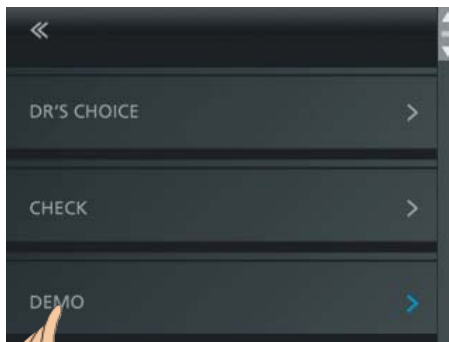

Fig. 36 Escolha da função DEMO
- Entre no menu "Ajustes" e escolha a função DEMO (Fig. 36).